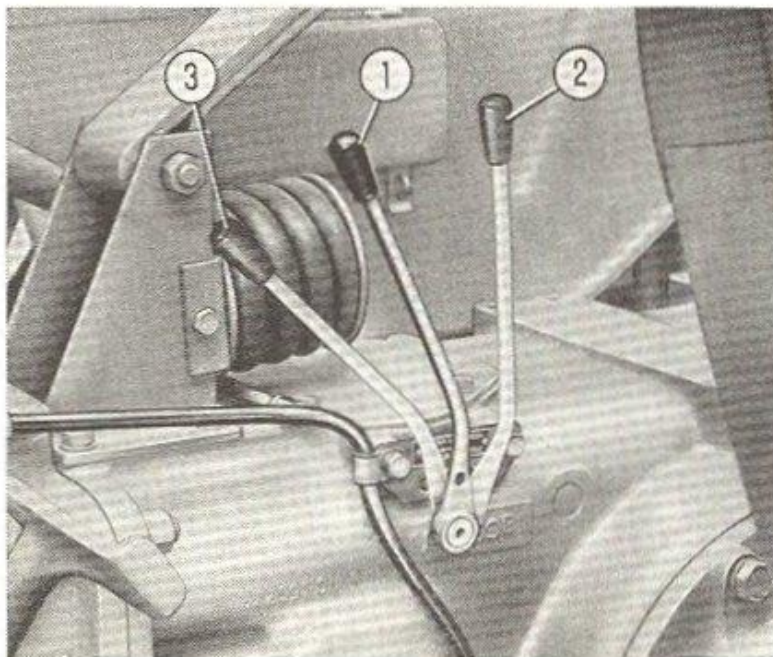

Fig. 5. - Levier d'enclenchement de prise de force et de poulie de battage.
11. **Levier d'enclenchement de prise de force et de poulie de battage:** les positions de ce levier sont montrées par la fig. 5.
La prise de force peut être couplée au moteur ou bien à la boîte de vitesses, au moyen du levier montré par la fig. 5.